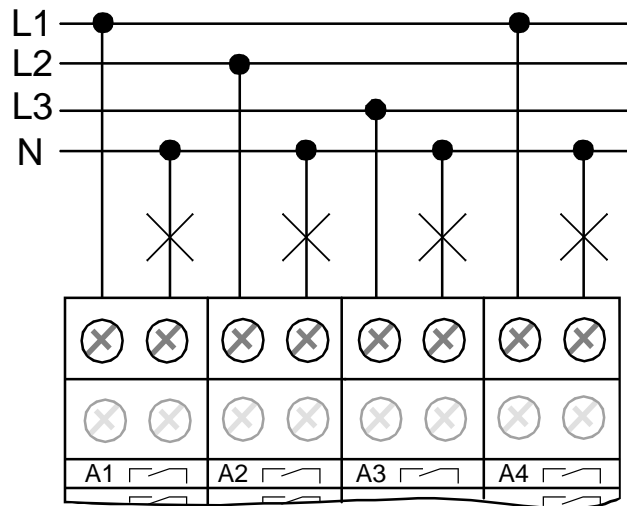

Bild 3: Elektrischer Anschluss für Lasten im Schaltbetrieb
- Lasten gemäß Bild 3 anschließen (Anschlussbeispiel).